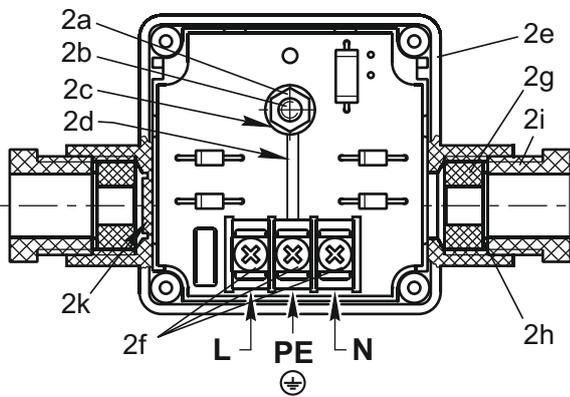

Рис. 2
4.3.3 На лицевой поверхности клеммной коробки открыты четыре винта крепления крышки. Снимите крышку клеммной коробки вместе с резиновым уплотнением. Клеммная коробка со снятой крышкой показана на рис. 2.